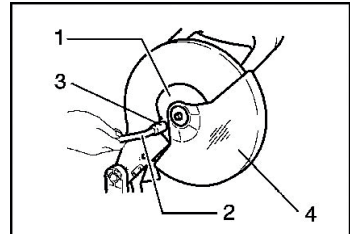
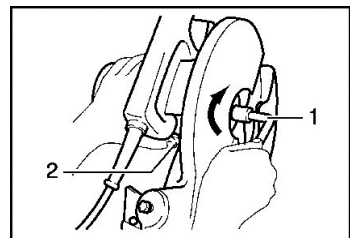

Рис. 8
Рис. 9
- Открутите шестигранный болт кожуха (3), повернув его против часовой стрелки.
- Поднимите кожух диска(4) и центральную крышку(1) (рисунок 8).
- Нажмите на фиксатор вала (2), чтобы заблокировать шпиндель.
- Затем снимите болт с шестигранной головкой, внешний фланец и пильный диск (рисунок 9).